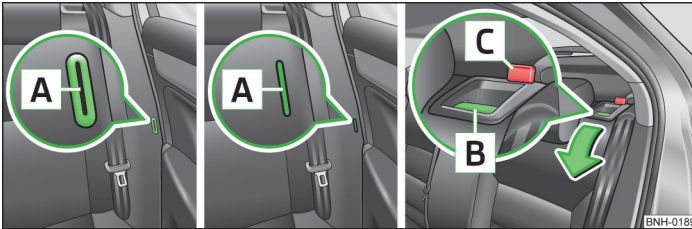

Abb. 40 Öffnung zum Einstecken der Schlosszunge: Rapid / Rapid Space-back / Sitzlehne vorklappen
- Die Schlosszunge des Sicherheitsgurts in die Öffnung **A** » Abb. 40 an der entsprechenden Fahrzeugseite stecken - Sicherheitsposition.